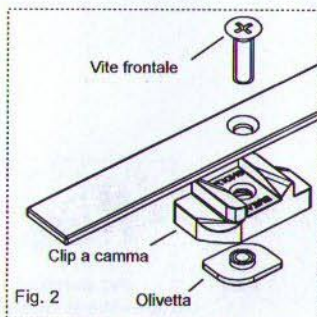

Fig. 2
- Si consiglia il pre assemblaggio delle clip, olivette e relative viti sulla Fast Block (Fig.2), avvitando leggermente la vite nella clip completa di olivetta.